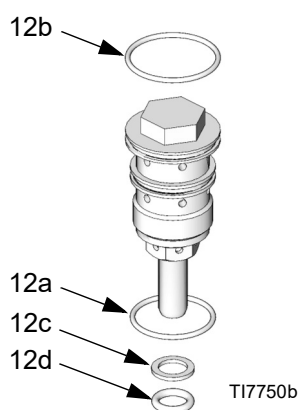

FIG. 13. Originale ventilkjegledetaljer
4. Se FIG. 13. Skru ventilkjegledelene (12) fra hverandre. Det kan være at de små o-ringene (12c, 12d) ikke kommer ut sammen med de andre delene. Sørg for at du fjerner dem fra topplokket (1) eller bunndekselet (3).
6. Smør ventilkjegledelene (12) og sett dem tilbake i toppdekelet (1) og bunndekselet (3). Trekk til med et moment på 40,6-48,8 N•m (30-36 ft-lb).